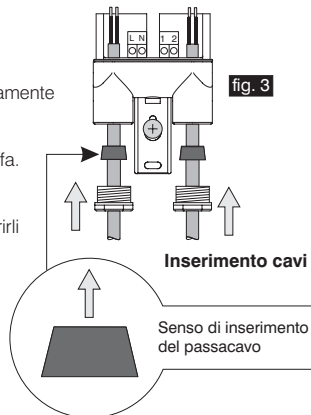

fig. 3
- Forare in modo adeguato la membrana dei gommini passacavo di guarnizione ed, inserirli sui cavi (fig. 3).